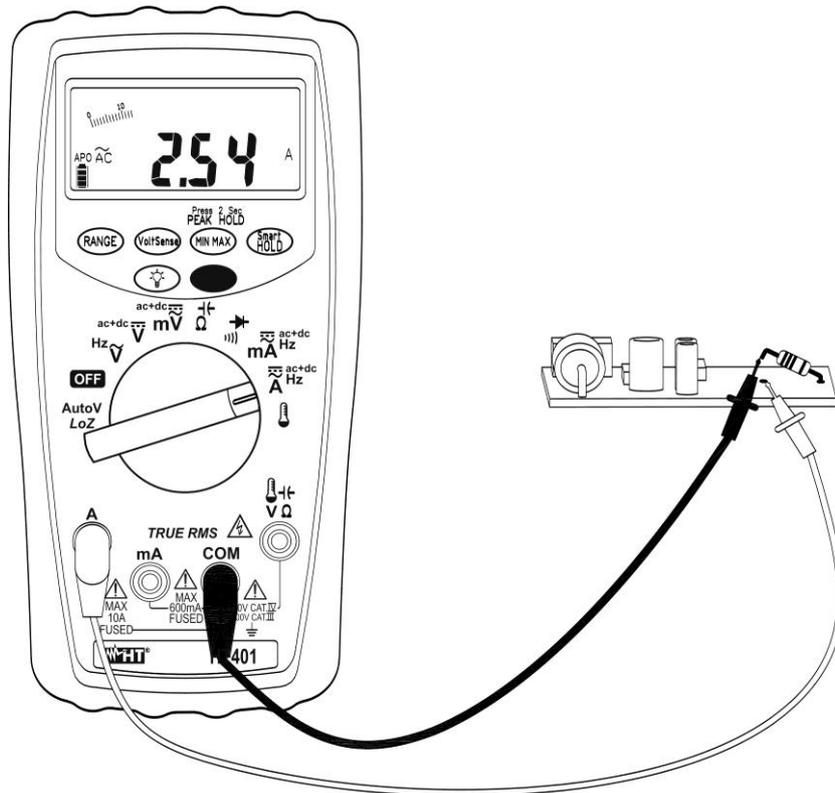

Fig. 6: Uso do instrumento para medir Correntes CA
6. Ligar a ponteira vermelha e a ponteira preta em série com o circuito do qual se pretende medir a corrente conforme indicado na Fig. 6.